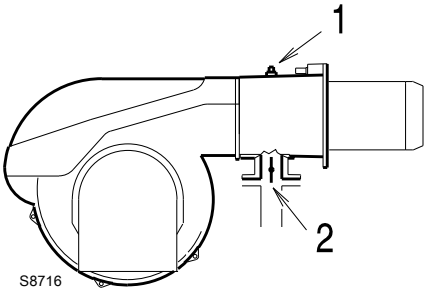

图 25
在测试点 1)(图 25) 处测量的燃气压力，其中：
燃气蝶阀 2)(图 25)处压力损失，此时燃气蝶阀开启至最大:90°
- 用在测试点 1)(图 25) 处测量的燃气压力减去炉膛压力。
测试点 1)(图 25) 的燃气压力 = 13.1 mbar
了解测试点 1)(图 25) 处所需燃气压力，将燃烧器以最大出力运行，然后：
- 读出右边栏 1 所示插座压力 1)(图 25)。
测试点 1)(图 25) 所需的压力。